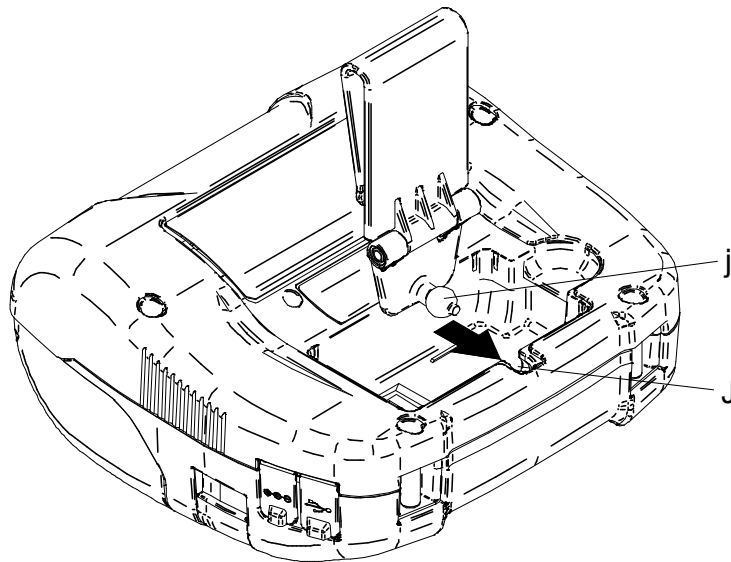

Figura 14-1 Instalação do clip de cinto (1)
- (3) Instalar a parte do clip de cinto "j" na parte da impressora "J" na direção da seta, como mostrado na Figura 14-1.